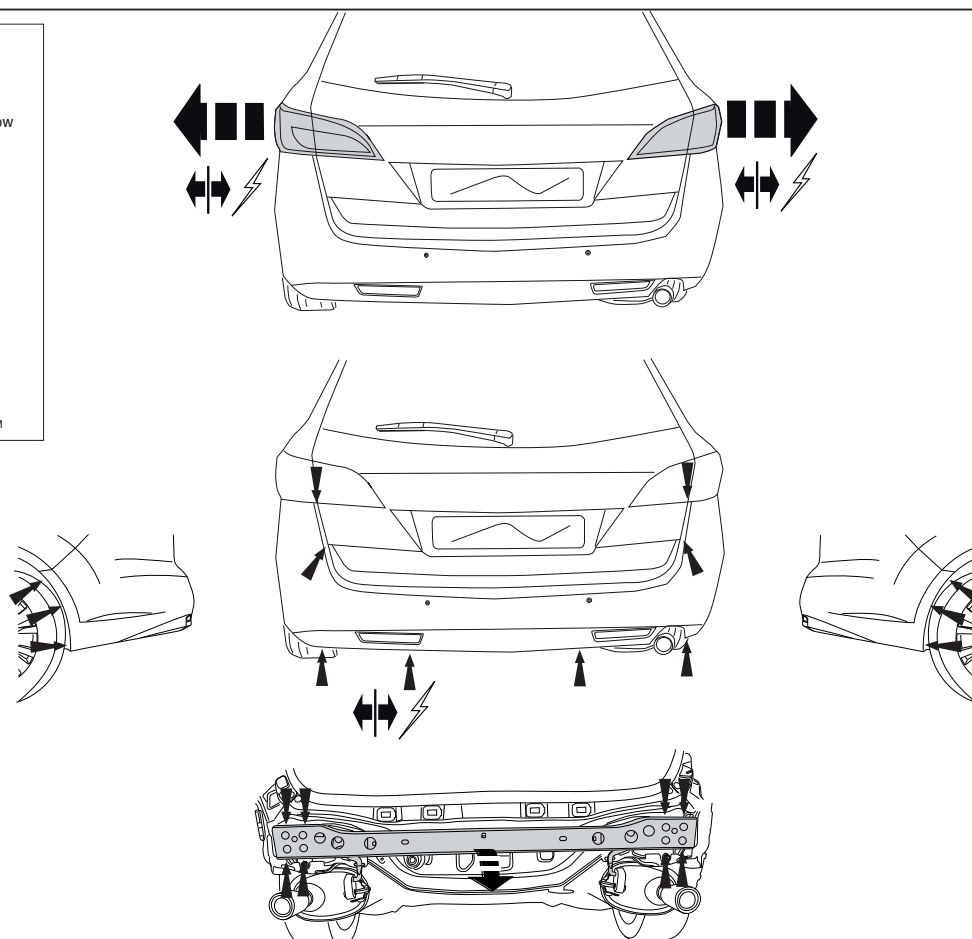

Fig.1
1. Снять задние фары и бампер. См. рисунок 1.
3. Снять повреченный брус автомобиля. См. рисунок 1.
1. Dismantle the rear-lights and the bumper. See figure 1.
3. Remove the cross member from the vehicle. See figure 1.
1. Rücklichter und Stoßstange abmontieren. Siehe Abbildung 1.
3. Den Querträger vom Fahrzeug abmontieren. Siehe Abbildung 1.